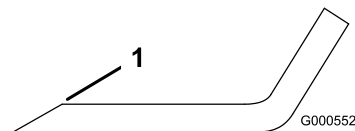
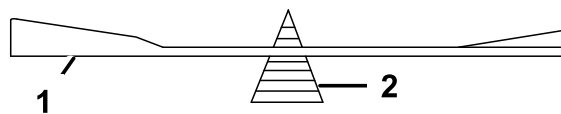

Figura 40
Figura 41
2. Verifique el equilibrio de la cuchilla colocándola sobre un equilibrador de cuchillas (Figura 41). Si la cuchilla se mantiene horizontal, está equilibrada y puede utilizarse. Si la cuchilla no está equilibrada, rebaje algo del metal en la parte de la vela solamente (Figura 40). Repita este procedimiento hasta que la cuchilla esté equilibrada.
1. Utilice una lima para afilar el filo de corte en ambos extremos de la cuchilla (Figura 40). Mantenga el